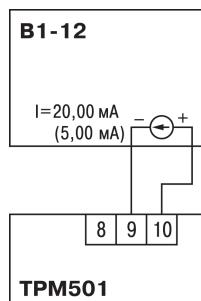

Рисунок 8.3 – Схема подключения
- Подключить ко входу (клещи 8 – 10, см. рисунок 8.3) прибора вместо датчика дифференциальный вольтметр В1-12, включенный в режиме калибратора тока.